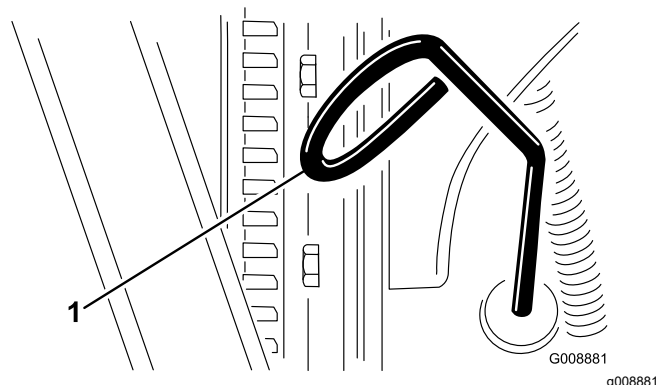

Figura 72
3. Scoateți joă (Figura 72) i tergeți-o cu o lavetă curată.